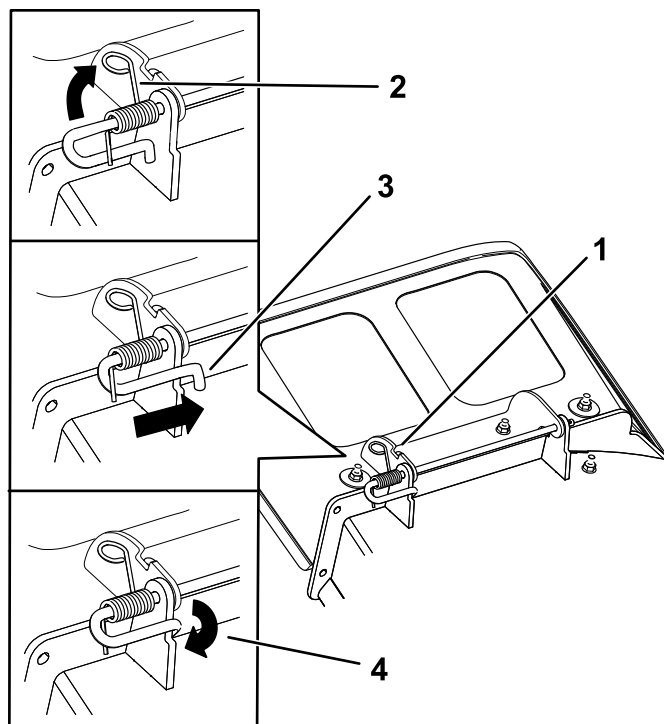

Figure 78
supports soudés du plateau, comme montré à la Figure 78.
6. Positionnez le ressort sur la tige comme montré à la Figure 78, de sorte que l'extrémité la plus courte du ressort sorte du dessous de la tige avant le coude et passe par-dessus la tige à son retour.
7. Soulevez le côté du ressort avec la boucle et placez-le dans le cran du support de déflecteur (Figure 78).
8. Fixez l'ensemble tige et ressort en le tournant de sorte à placer l'extrémité courte de la tige derrière le support avant soudé au plateau de coupe (Figure 78).